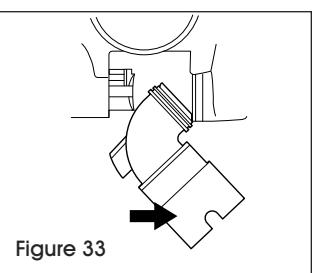

Figure 33
4. Retirez le coude pour voir s'il y a des obstructions. (Voir Figure 33)